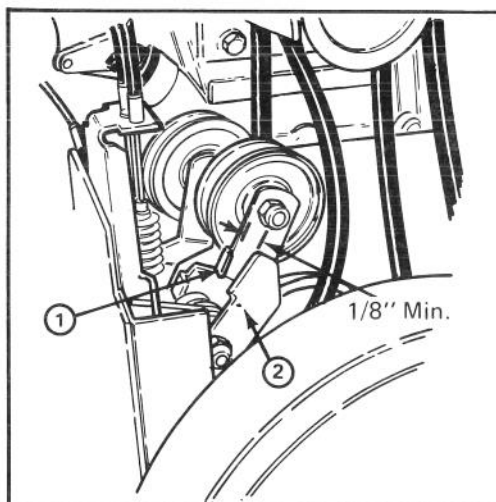

Figure 28
3. Vérifiez le réglage du galet-tendeur et des freins. Il doit y avoir un dégagement minimum de 3 mm entre la patte du levier intermédiaire de direction de la roue hélice et le bras du frein (fig. 28). Si l'espace est plus petit, la courroie doit être remplacée.